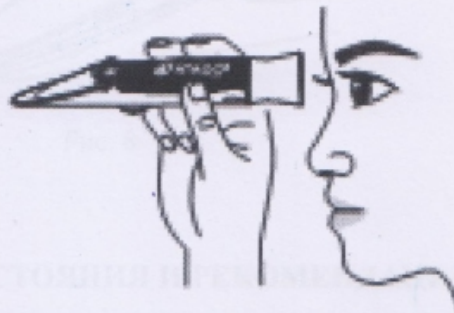

Рис. 5
- 4) Посмотрите на шкалу через окуляр. Поворачивайте окуляр до получения четкого изображения (Рис. 5).